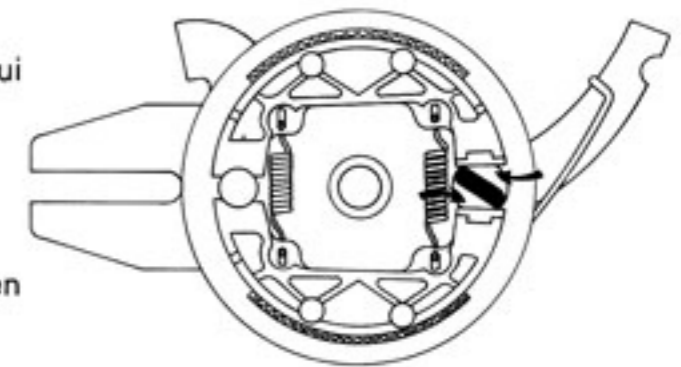

Fig. 4
- Graisser sans excès les portées de cames (Fig. 4).